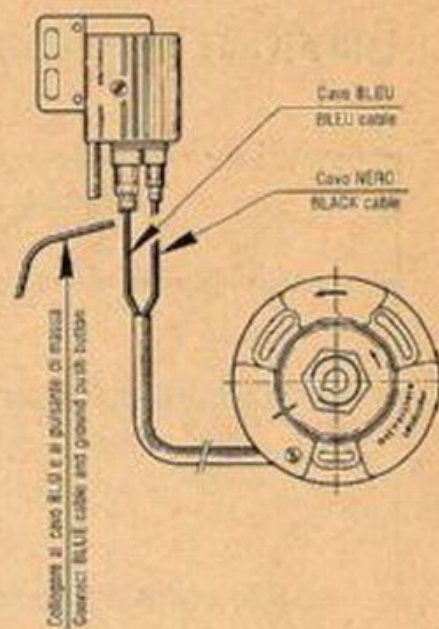

FIG. 7 Schema collegamento fili
7) **QUALORA** si richiedesse la sostituzione del volano magnete, fare attenzione al collegamento dei fili (vedi fig. 7)